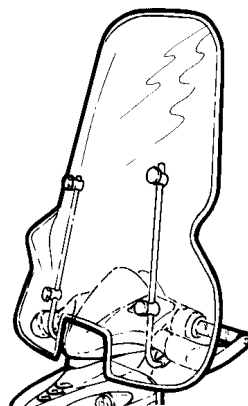

Fig. 3
- **PARABREZZA** (Fig. 3): per utilizzare il veicolo nelle stagioni più fredde, è disponibile un elegante e robusto parabrezza installabile con poche e semplici operazioni. È fornito completo di viti e staffe per il fissaggio.
- WINDSHIELD (Fig. 3): elegant and practical, with all the fittings for correct installation.